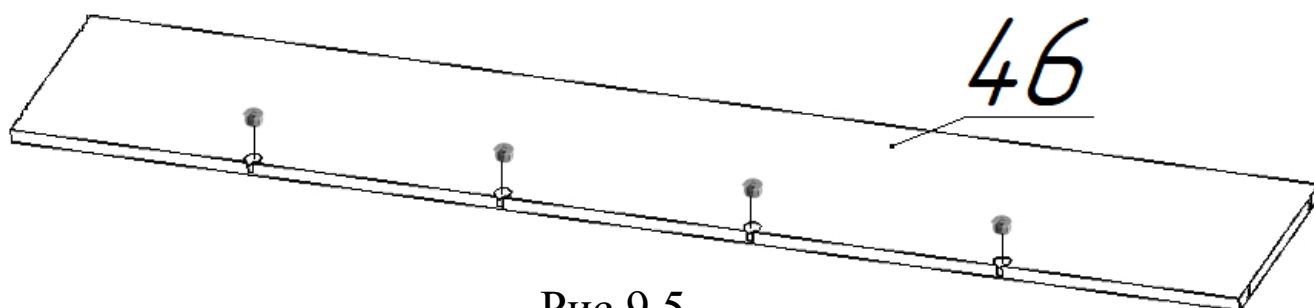
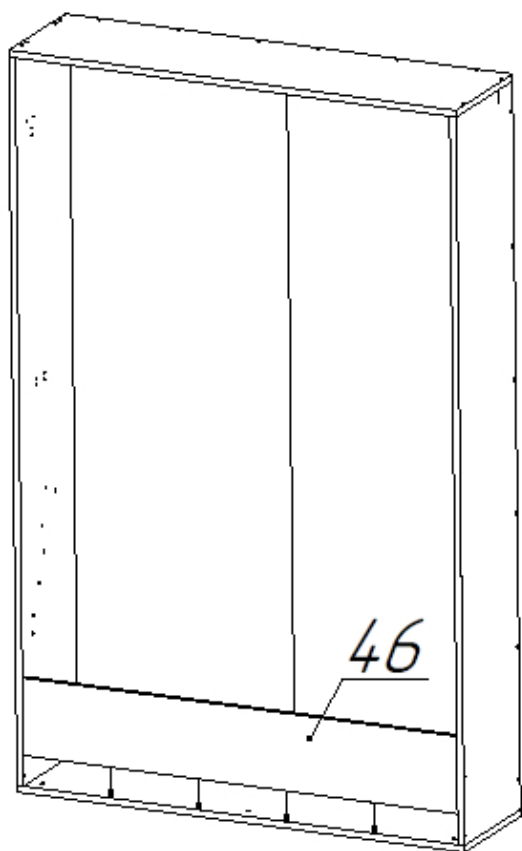
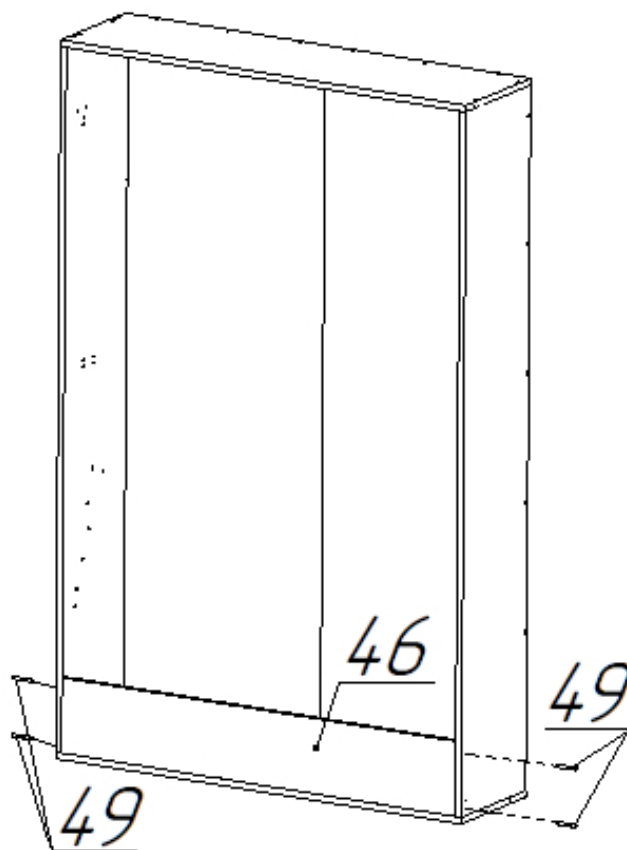

Рис.9.5
Рис.9.6
Рис.9.7
21. Установить на царгу поз.46 эксцентрики поз.53А в соответствии с рис.9.5. Установить царгу поз.46 в короб кровати, совместив штоки эксцентриков на панели нижней поз.43 с соответствующими отверстиями на царге поз.46 в соответствии с рис.9.6 (Рама кровати условно не показана). Закрепить царгу с помощью винтов-конфирматов поз.49 (см.рис.9.7). С помощью отвертки PZ2 повернуть эксцентрики поз.53 на царге поз.46 по часовой стрелке до упора.